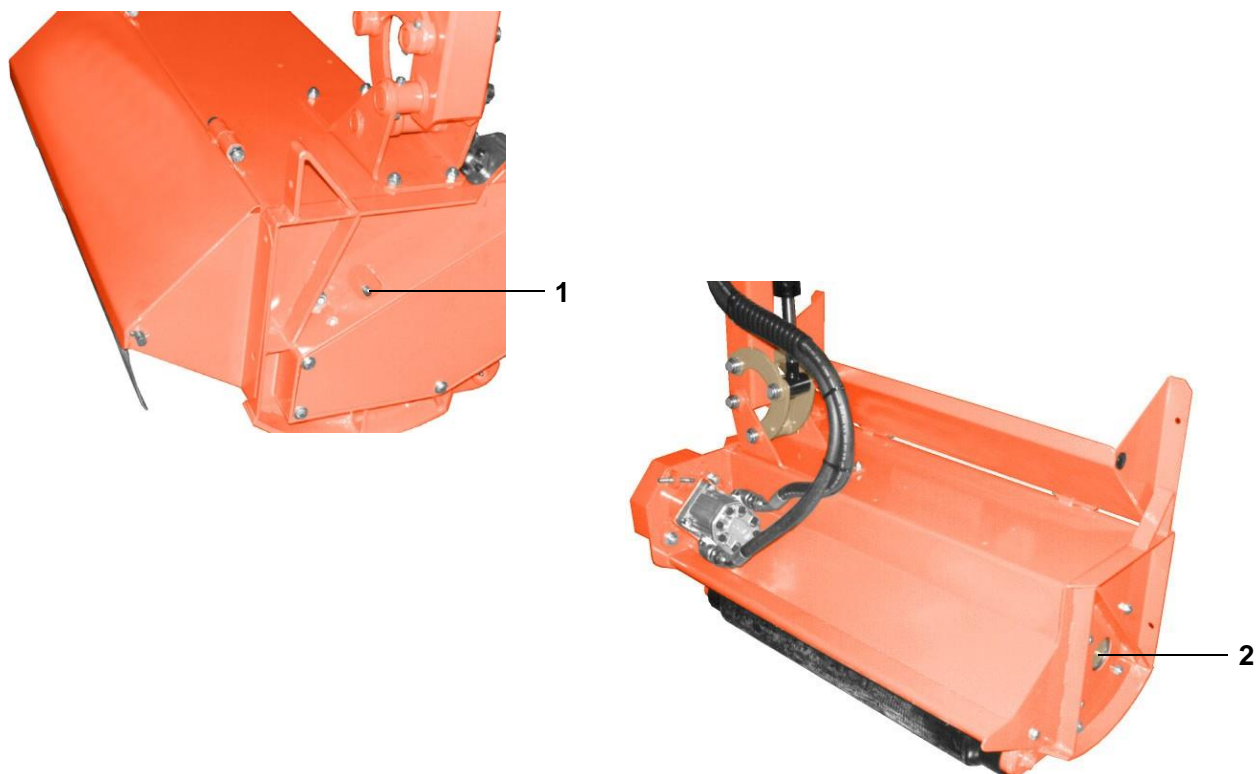

Fig. 8-3 Smörjställen
- Tryck in smörjmedlet **ROLOIL "ISOMOV-MS/2"** eller motsvarande i smörjnipplarna 1 och 2 (fig. 8-3).